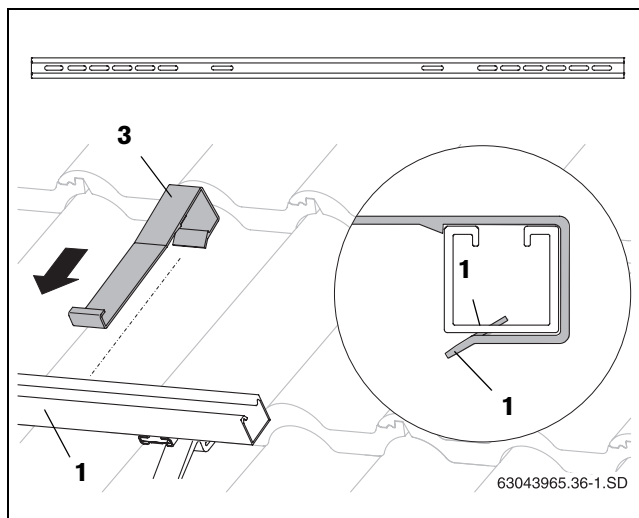

Fig. 30 Agganciare la sicurezza antiscivolamento
- ▶ Inserire dall'esterno le sicurezze anti scivolamento (fig. 30, [3]) nei vari fori oblungi interni (fig. 30, [1]), sulle guide profilate finché tali sicurezze non si aggancino in posizione (fig. 30, [2]).